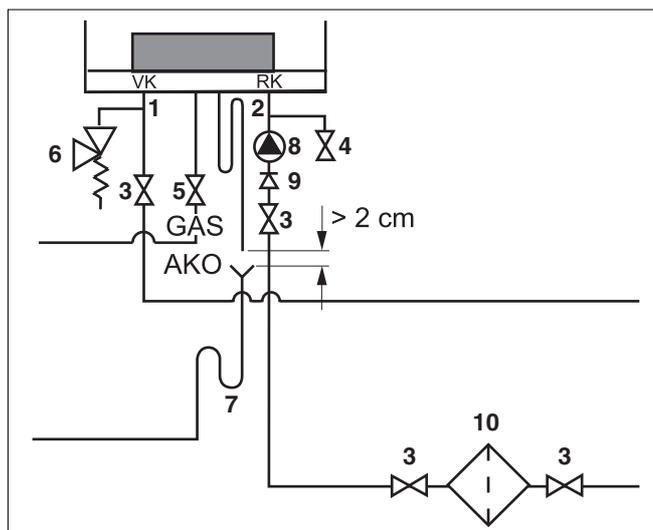

Fig. 15 Collegamenti
- Inserire una valvola di sicurezza a 4 bar (fig. 15, **pos. 6**) con un orifizio minimo di 1" nella tubazione di mandata e che sia sempre sempre adeguatamente collegata tra la caldaia e il rubinetto di intercettazione. In questo modo la caldaia risulta collegata alla valvola di sicurezza anche con i rubinetti di intercettazione chiusi.
- Installare la pompa (fig. 15, **pos. 8**) nella tubazione di ritorno (fig. 15, **pos. 2**).